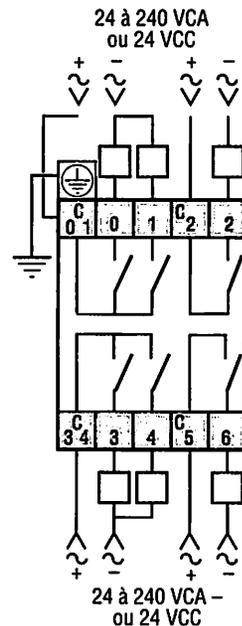

Fig. 15 : Module d'extension 6 sorties.
5.3. Module d'extension des sorties (fig. 15)